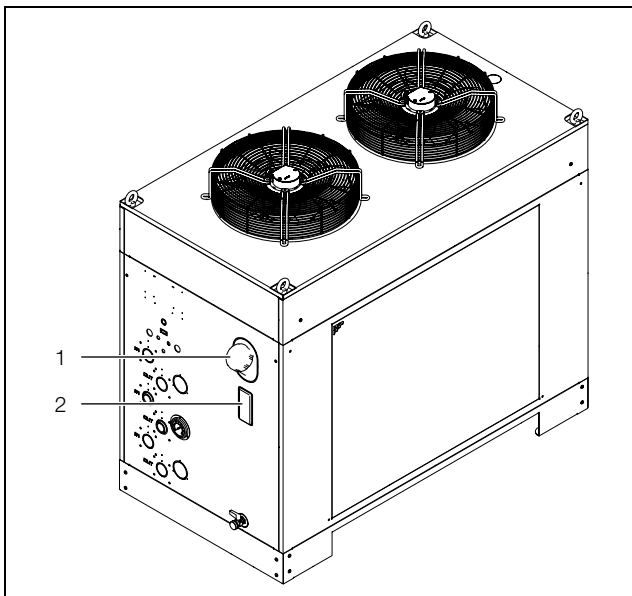

Imagen 25: Llenado del medio refrigerante
- Llene la chiller con medio refrigerante a través del tapón de llenado (imagen 25, pos. 1) del depósito.
- Controle el nivel de llenado del depósito a través de la mirilla de la carcasa (imagen 25, pos. 2).